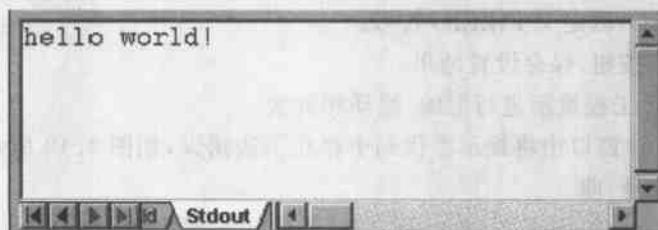

图 4.8 Output 窗口显示的程序运行结果
- (5) 执行菜单命令 Debug→Run,或者在 Debug 工具栏上单击 按钮,可以在 Output 窗口中观察到“hello world!”信息,如图 4.8 所示。